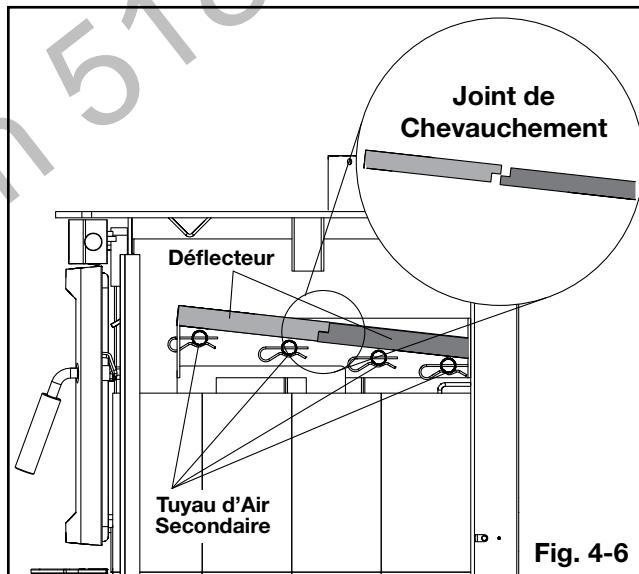

Fig. 4-6
- Soigneusement pivotez les déflecteurs en fibre (D) sur les tuyaux d'air secondaire comme illustré (**Fig. 4-6**). Assurez-vous que les déflecteurs supérieurs sont poussés à l'arrière de la chambre de combustion, en laissant un écart le long du mur un minimum de 1 po en taille. Cela permettra les gaz du conduit d'échapper la chambre de combustion. Assurez-vous que le joint de chevauchement est serré.
- Installez les deux briques (E) le long de l'avant.